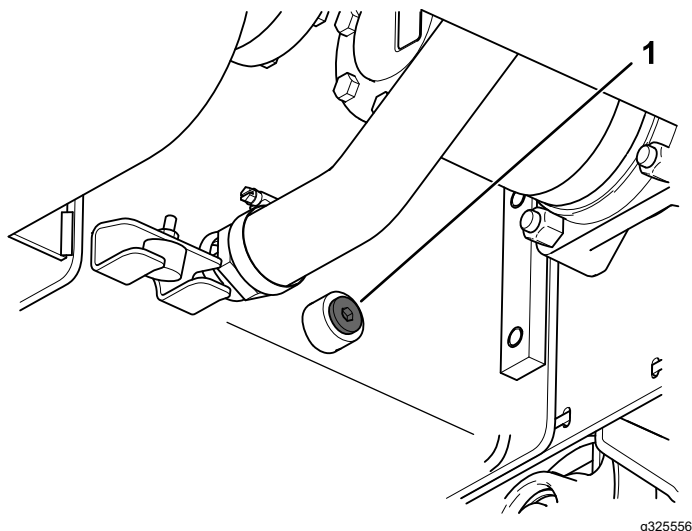

Figure 67
9. Retirez le bouchon de vidange pour permettre au liquide hydraulique de s'écouler dans le bac de vidange (Figure 67).
- A. Retirez les 2 boulons et écrous qui fixent la flèche au bras de la trancheuse (Figure 67).